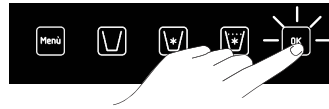

Fig. 1-02
28.19 – Assicurarsi che il rubinetto sia orientato verso l'interno del lavabo e che lo scarico sia collegato, quindi premere OK, si udirà 1 beep prolungato, vedi Fig. 1-02.